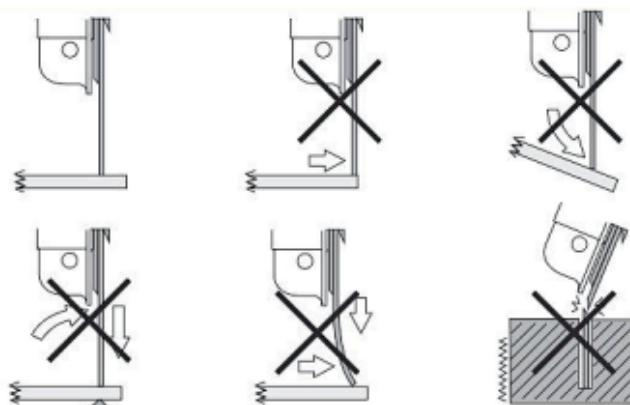

Figura 3
- e) Discos de corte devem ser utilizados num ângulo de 90º em relação à peça (Figura 3).